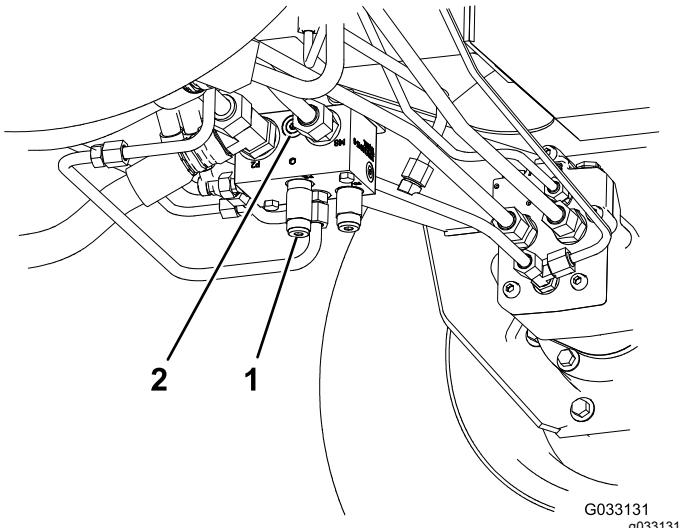

Figure 61
- Coupleur (ref. Toro 95-0985) (2)
- Raccord hydraulique (ref. Toro 340-77) (2)
- Montez un raccord de diagnostic dans l'orifice non identifié situé entre les orifices M8 et P2 sur le collecteur de déplacement arrière (Figure 61).